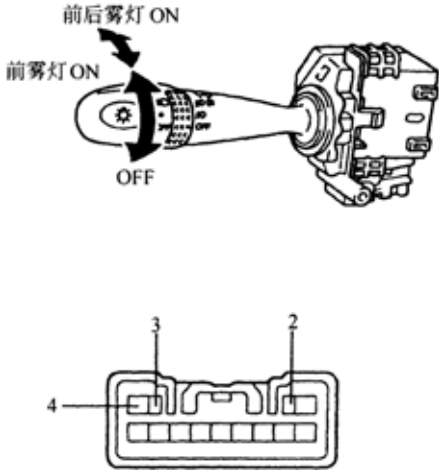

图 9-34
4) 检查前、后雾灯开关是否导通，如图 9-34 所示。按照表 9-14 检查开关在每个位置时各端子之间是否导通。